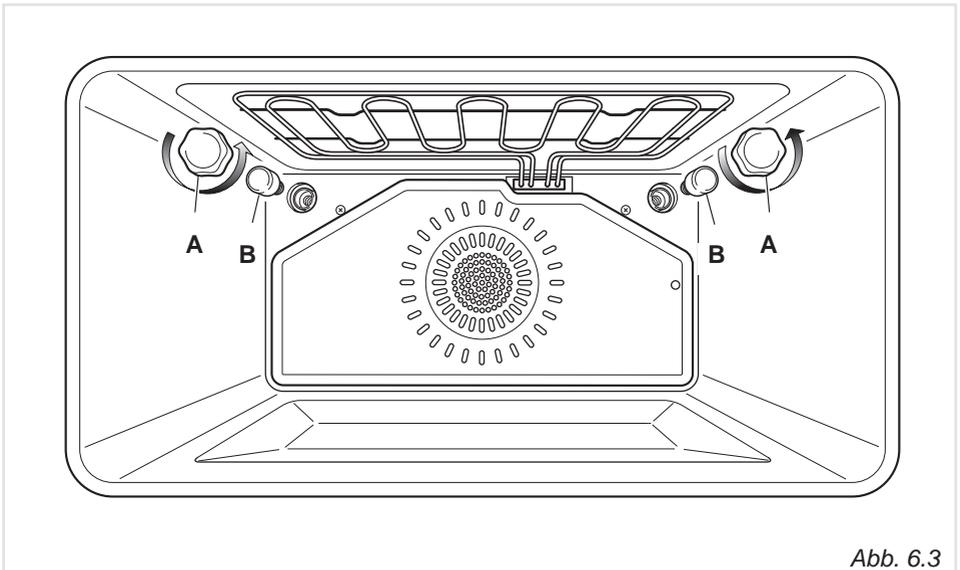

Abb. 6.3
- Entfernen Sie die Schutzabdeckung "A" (Abb. 6.3).